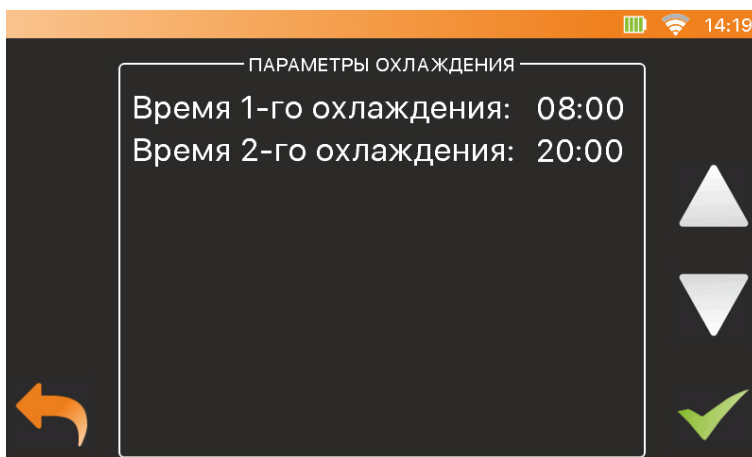

Рисунок 5.13 – Параметры охлаждения
- Если выбран режим охлаждения - два раза в сутки, то первое охлаждение запустится, согласно установленному значению: «ВРЕМЯ ПЕРВОГО ОХЛАЖДЕНИЯ», а второе – согласно значению: «ВРЕМЯ ВТОРОГО ОХЛАЖДЕНИЯ» (Рис.5.13)